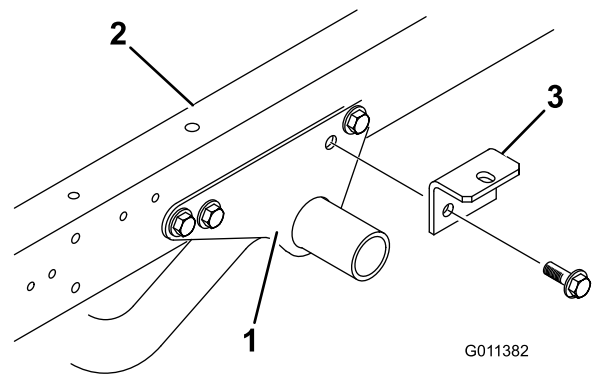

Figure 5
1. Retirez 2 vis à embase et contre-écrous à embase qui fixent l'arrière de chaque support du bâti moteur de chaque côté du cadre du Workman (Figure 5)
2. Montez le support de fixation sur chaque support du bâti moteur et sur le cadre du Workman en serrant légèrement les 2 vis à embase et contre-écrous que vous avez retirés à l'opération 1 (Figure 5).